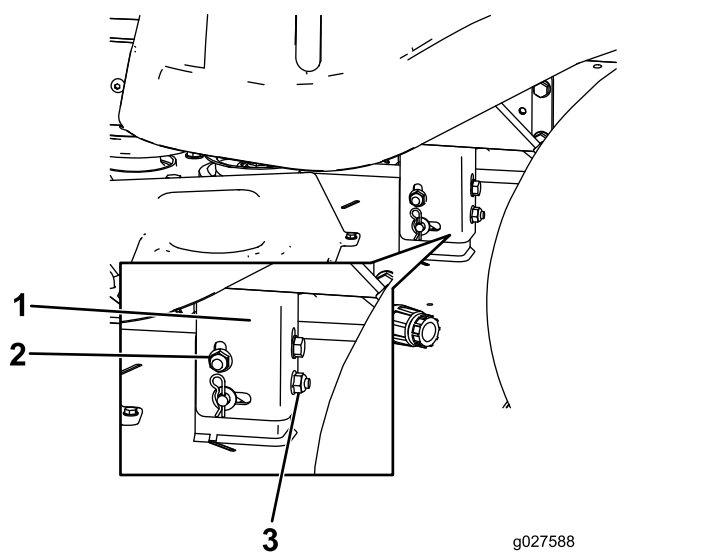

Figura 52
8. Eleve o baje el lado izquierdo de la carcasa de corte girando la tuerca de bloqueo trasera. (Figura 52).